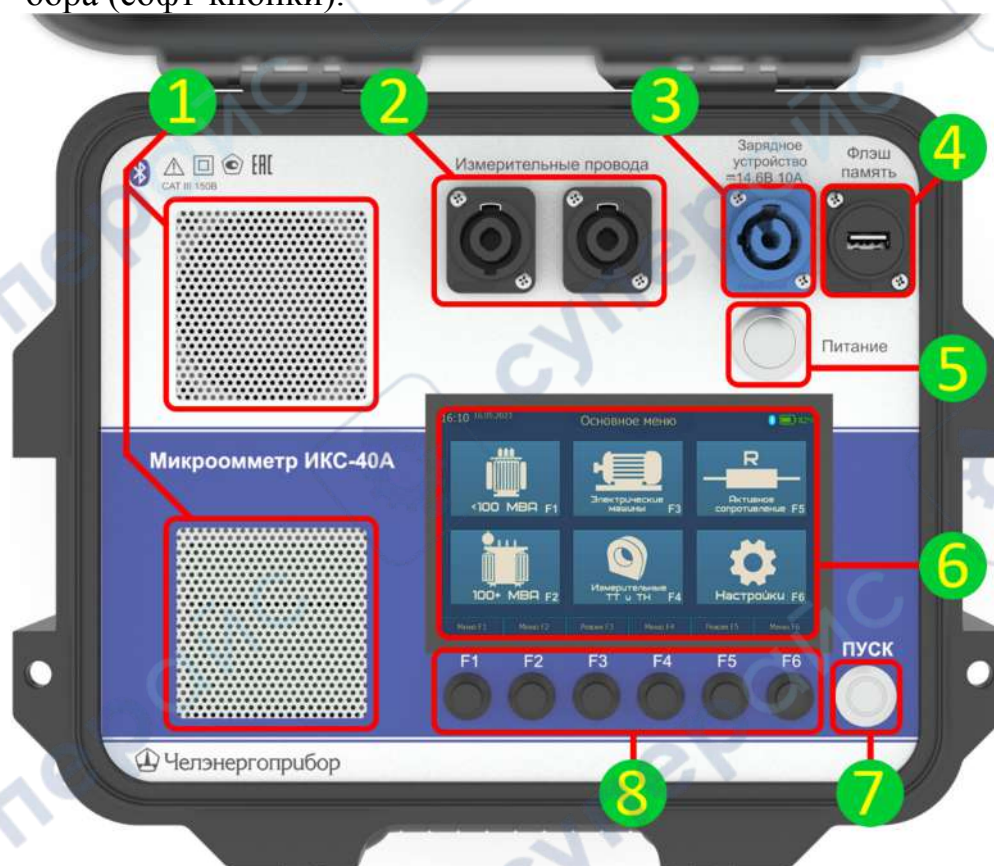

Рис. 2. Внешний вид прибора ИКС-40А
1.4.2. Внешний вид прибора ИКС-40А приведён на рис. 2.
2.2.2. Управление прибором может осуществляться с помощью сенсорного ввода, а также с помощью аппаратных кнопок (7,8 рис. 2). Описанные способы управления для основных функций прибора являются дублирующими и взаимозаменяемыми. Благодаря чему оператор может использовать наиболее удобный в каждой конкретной ситуации вариант.
2.2.3. Софт-кнопки (8 рис. 2) выполняют различные функции в зависимости от текущего режима работы прибора. Текущие актуальные функции для каждой из кнопок отображаются на панели софт-кнопок (5 рис. 3). Например, в основном меню, представленном на рис. 3 каждая из софт-кнопок закреплена за отдельным пунктом меню и нажатие на нее приведет к выбору этого пункта.